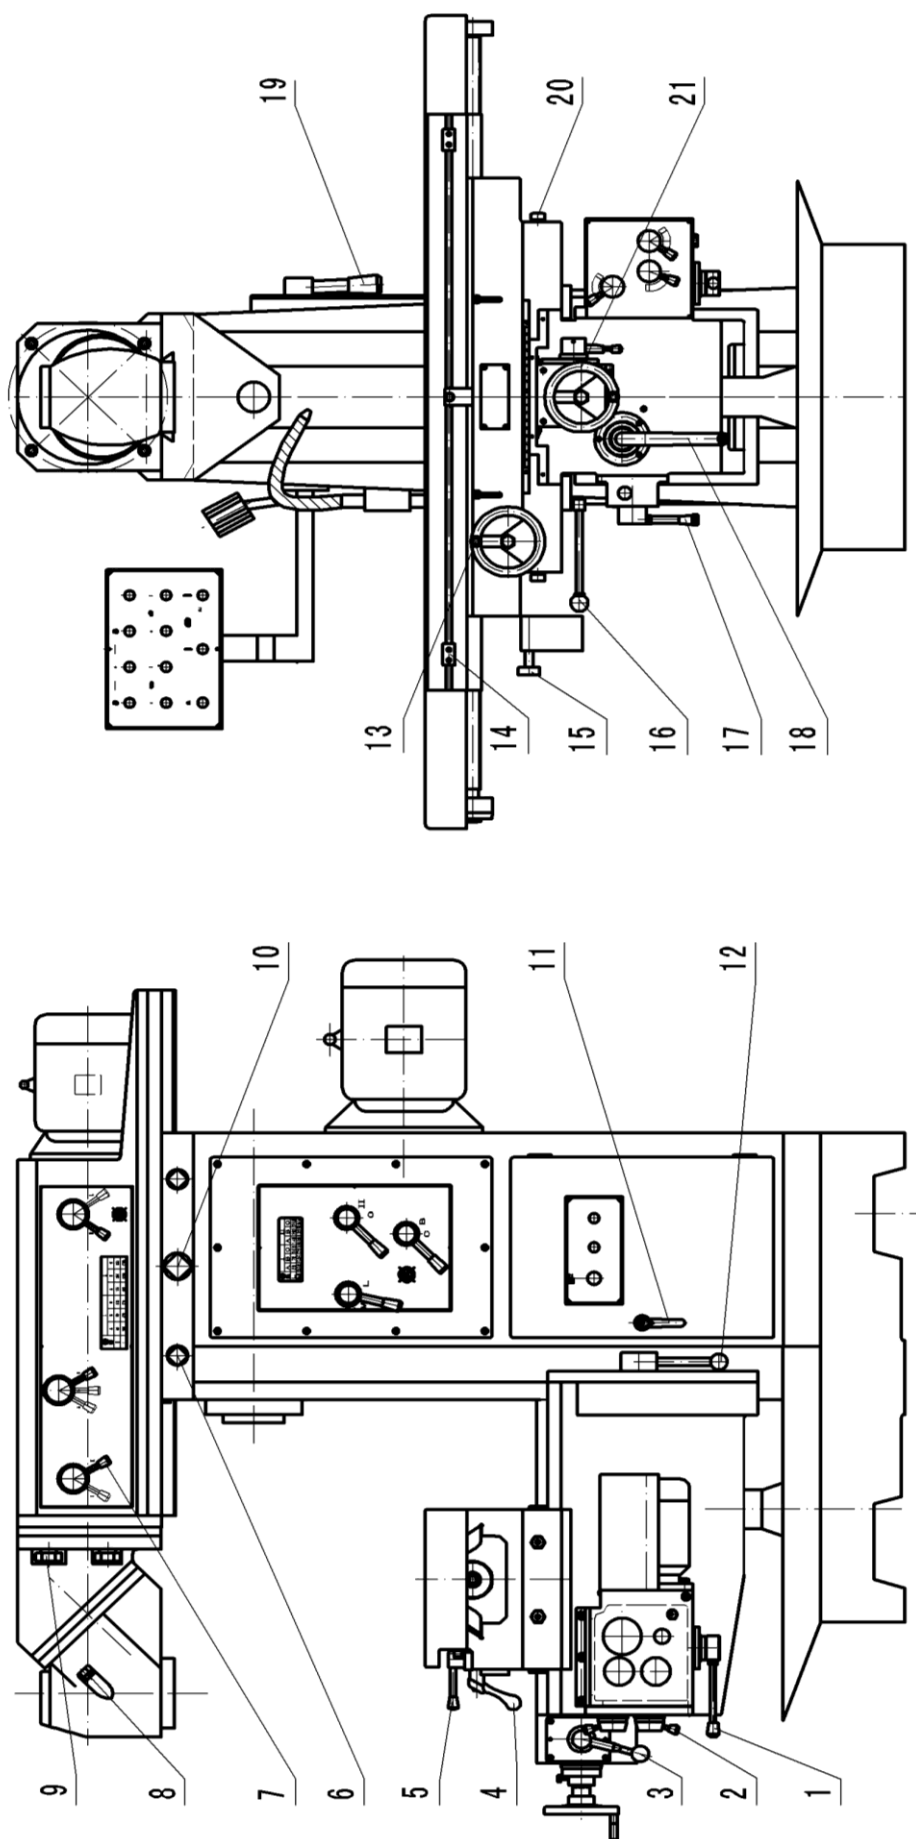

Рис. 3
6.1 Внимательно прочитайте инструкцию перед эксплуатацией станка, затем ознакомьтесь с конструкцией станка, функцией каждого рычага, кнопками на панели управления, системой подачи СОЖ, смазочной системой, электрической системой и т.д. (Рис. 3)